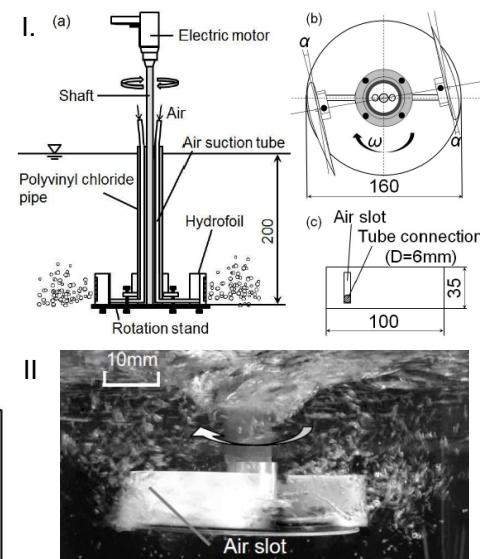

図1 回転翼型曝気実験装置模式図と
旋回翼を用いた揚力型気泡発生装置では、翼周囲の流れにより翼上面に発生する負圧を利用して空気を水中に導入するため、空気圧送による熱力学的エネルギーの損失がなく、消費電力の大幅な削減が見込まれる。新型翼を回転翼型曝気装置（図1 I.）に採用し、空気導入性能について検討し、以下のことを明らかにした。
- 翼の空気孔から放出される空気が、周囲の流れの影響によって微細化されて気泡が形成される。小さな空気孔を設けた水中翼を回転させ、sub-mmからmmオーダーの微小気泡の発生に成功した（図1 II.）。